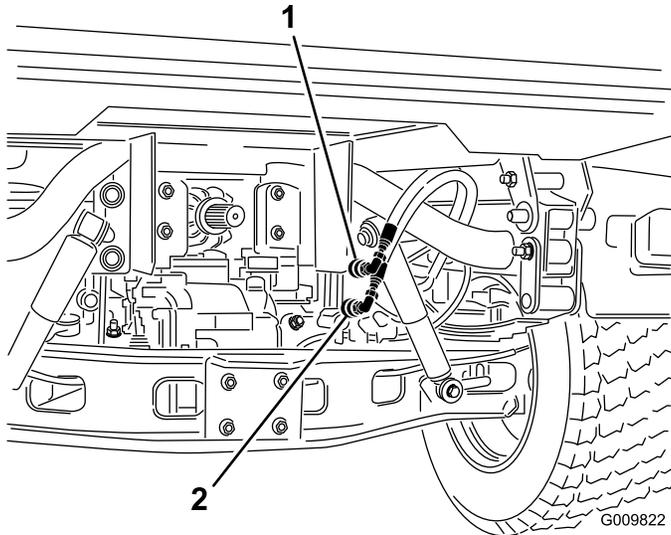

図 75
- それぞれの車両で、クイックカップラ・ホース（2本）を、カップラブラケットのホースから外す（図 75）。